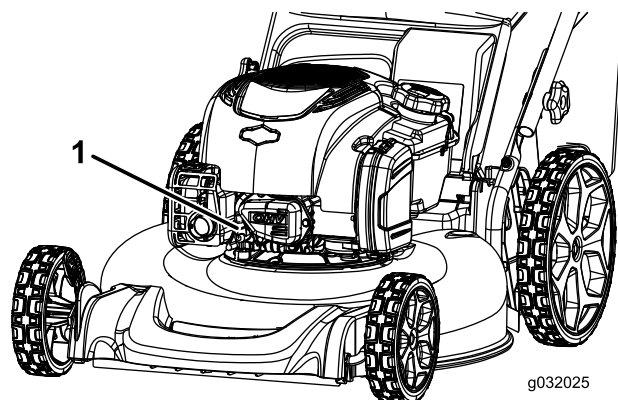

Figura 18
2. Desligue o fio da vela da ignição da vela da ignição (Figura 18).